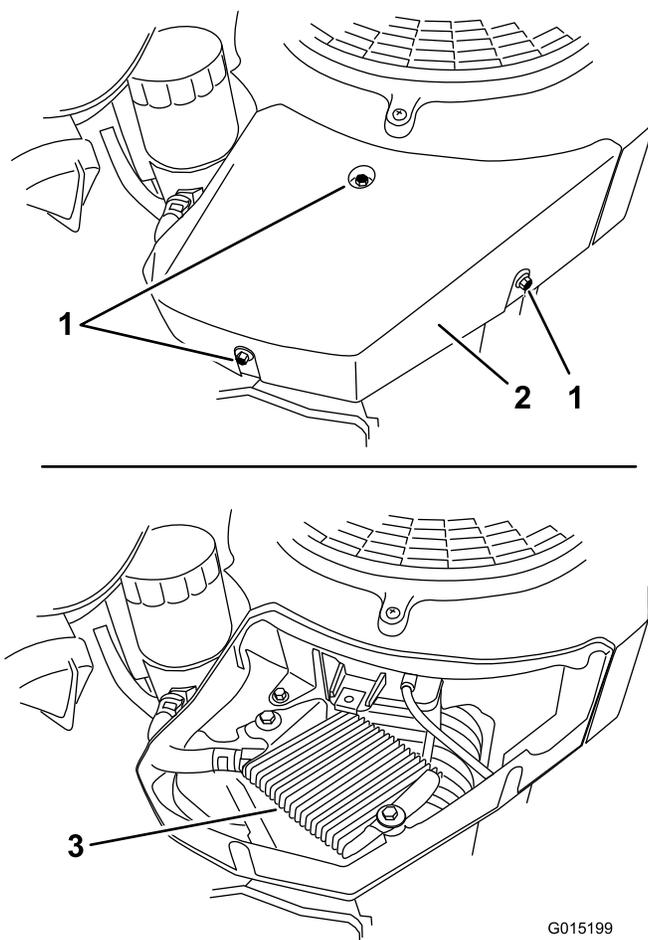

Figure 71
1. Retirez la vis de fixation supérieure et desserrez les 2 vis latérales (Figure 71).
2. Déposez le carénage (Figure 71).
3. Nettoyez le refroidisseur d'huile à l'air comprimé (Figure 71).
4. Reposez le carénage et les vis (Figure 71).